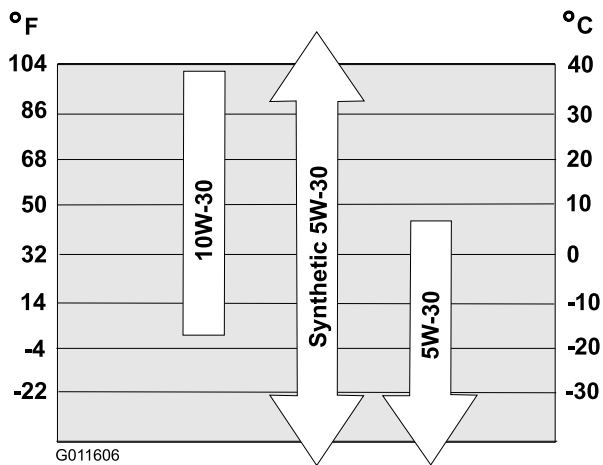

Figure 15
Reportez-vous à la Figure 15 pour sélectionner la viscosité d'huile la mieux adaptée pour la plage de température extérieure anticipée :
**Remarque:** Versez de l'huile dans le carter moteur jusqu'à ce que la jauge indique le niveau correct, comme illustré à la Figure 15. Si vous remplissez excessivement le carter moteur, vidangez l'excédent d'huile comme expliqué à la section Vidange et remplacement de l'huile moteur.